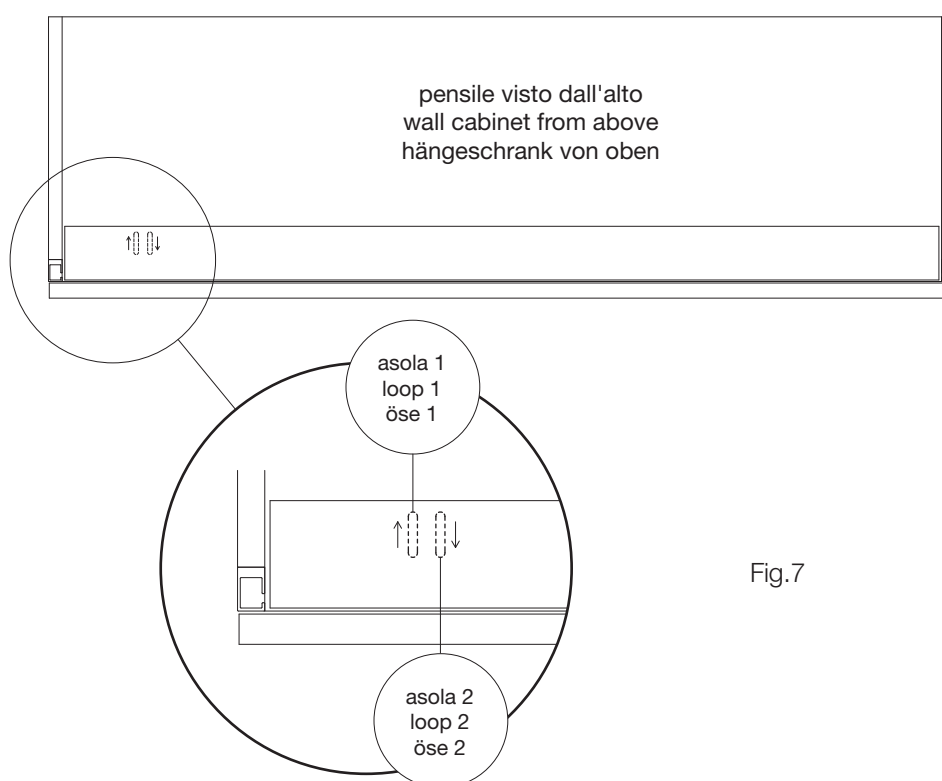

Fig.7
E' necessario ridurre la forza di compensazione ruotando di qualche giro in senso antiorario, con uno dei perni in dotazione, il sistema di regolazione posto all'interno del profilo base (A) in corrispondenza dell'asola (1) (fig.7).
E' necessario aumentare la forza di compensazione bloccando il sistema di regolazione posto in corrispondenza dell'asola (1) con un perno e contemporaneamente ruotando in senso orario il sistema di regolazione posto in corrispondenza dell'asola (2) con il secondo dei perni in dotazione (fig.7).
It is necessary to lower the strength of the compensation spring, turning the regulation system present inside the profile (A) of some turns in anti-clockwise direction, using the pivot furnished in the kit, through the loop /1/. (fig.7)
It is necessary to increase the strength of the compensation spring, locking the regulation system present in profile using one pivot in the loop / 1/ and, at the same time, turning in clockwise direction the regulation system through loop /2/ with the second pivot furnished in the kit. (fig.7)
Die Ausgleichskraft der Feder muss verringert werden: mit dem geliefertem Stift, in der Öse /1/ des Aluprofils (A) das Regulierungssystem einige Umdrehungen gegen den Uhrzeigersinn drehen (Abb.7).
Die Ausgleichskraft der feder muss erhöht werden: das Regulierungssystem in der Öse/1/ des Aluprofils (A) muss mit einem der gelieferten Stifte blockiert werden und gleichzeitig muss, mit dem anderen Stift, das Regulierungssystem durch die Öse 2 mit dem Uhrzeigersinn gedreht werden (Abb.7).